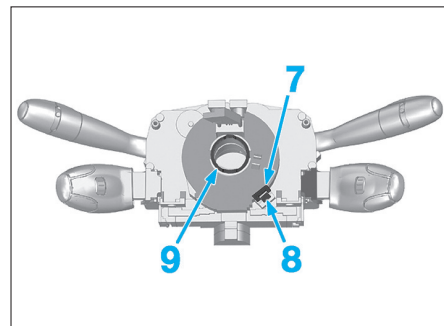

Fig. 7
- Appuyer au centre du contacteur spiralé (9) (Fig.7).